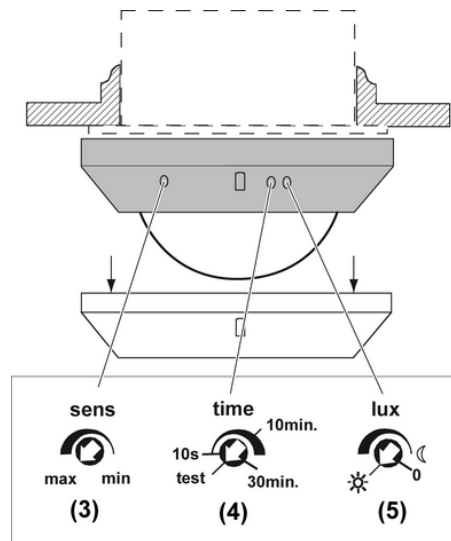

Bild 4: Testeinstellung
- Aufsteckblende (10) abziehen.
- Zierring (9) abziehen.
- Einsteller **sens** (3) auf **max** einstellen (Bild 4).
- Einsteller **time** (4) auf **test** einstellen.
- Einsteller **lux** (5) auf ☀ für helligkeitsunabhängiges Schalten einstellen.
- Einsteller **time** (4) in gewünschte Position drehen (Bild 4).
- Einsteller **time** (4) auf **test** einstellen (Bild 4).
- Einsteller **sens** (3) geringfügig in Richtung **min** drehen, da es bei maximaler Empfindlichkeit zu ungewollten Schaltungen kommen kann.
- i** Soll der Kurzzeitbetrieb helligkeitsunabhängig erfolgen, Einsteller **lux** (5) auf ☀ drehen.
- Einsteller **lux** (5) in gewünschte Position drehen (Bild 4).